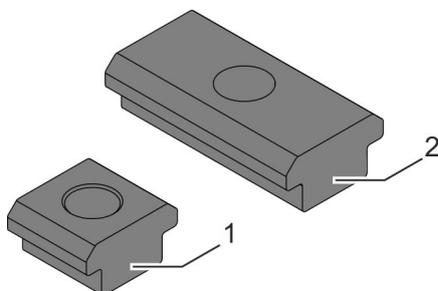

Abb. 14: Nutensteine
*RK Rose+Krieger GmbH empfiehlt, für die Montage der Lineareinheit über das Führungsprofil die kurzen Nutensteine (Abb. 14/1, 13 mm) und über den Führungsschlitten die langen Nutensteine (Abb. 14/2, 22 mm) zu verwenden.*